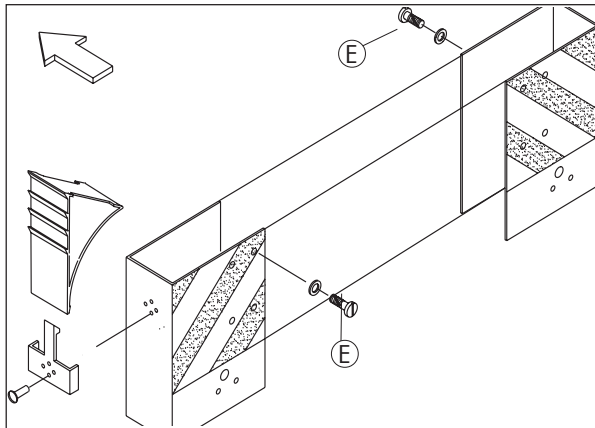

Fig. 2-8
Chaque panneau est fixé avec 8 boulons (E) sur le cadre du châssis en les éloignant le plus possible (fig. 2-8). Utiliser le contenu du sac F pour ces travaux.